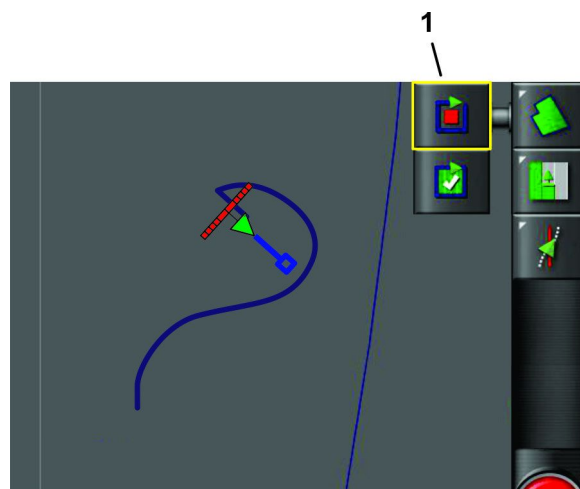

Figura 43
3. Alinhe a máquina na posição (Figura 43).
4. Pressione o ícone DEMARCAR LIMITE DO CAMPO para retomar a demarcação e continue a conduzir a máquina ao longo dos limites para definir o perímetro (Figura 43).